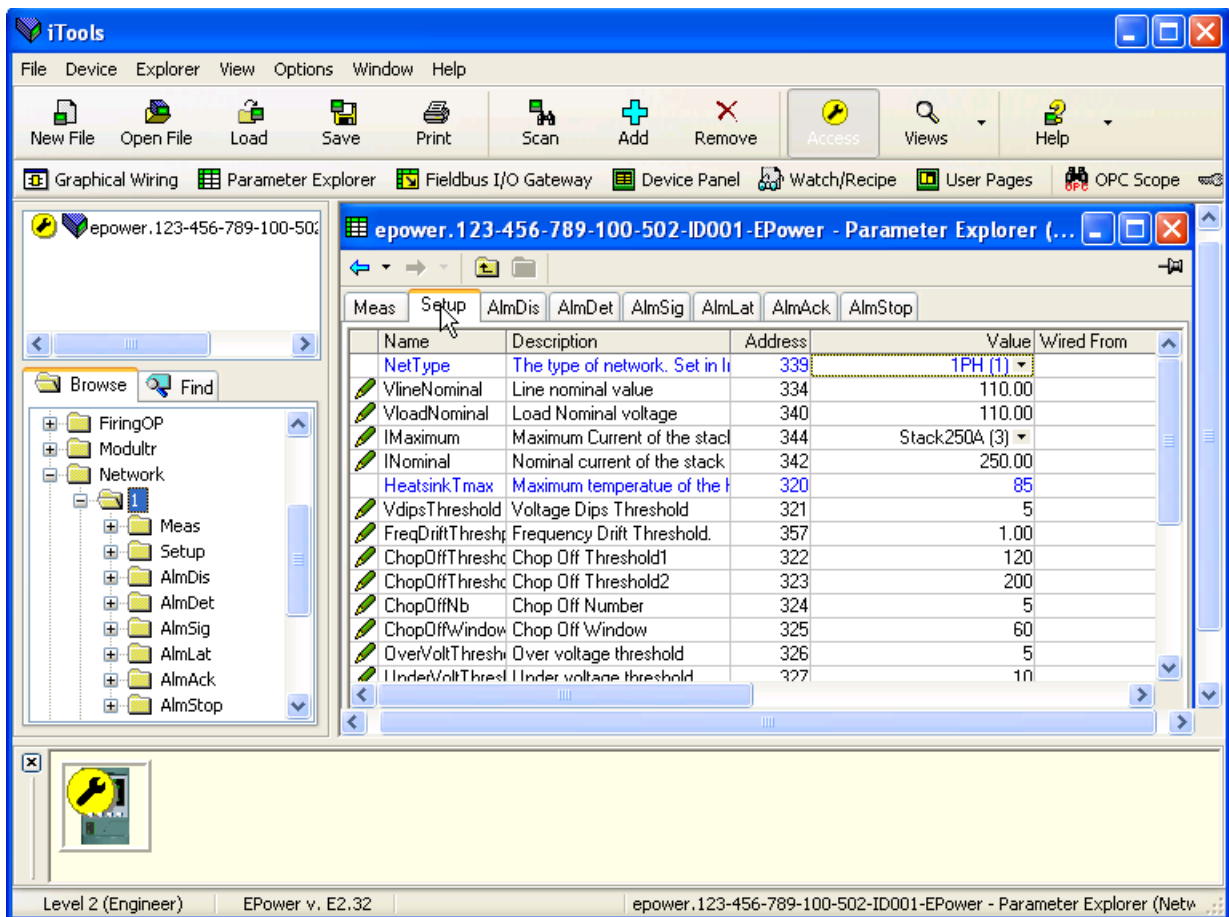
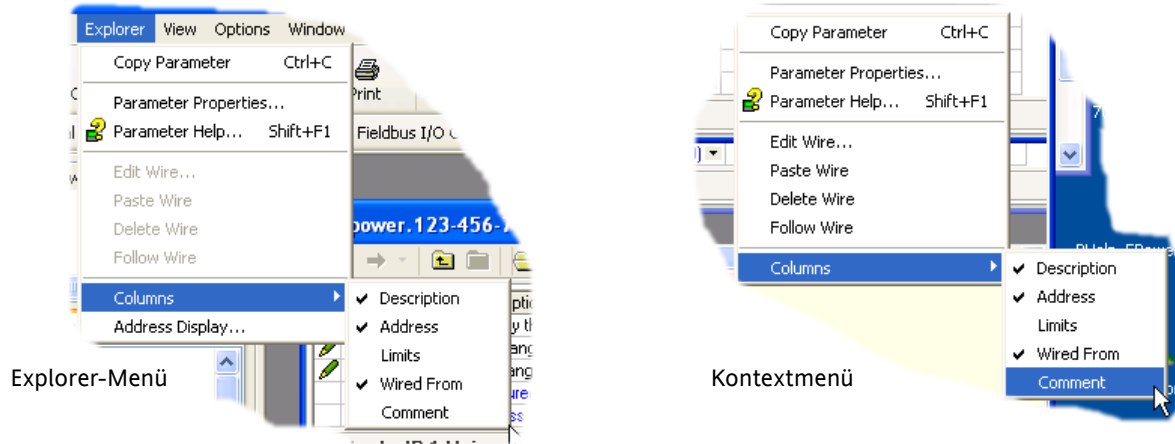

Abbildung 7.4a Beispiel einer Parametertabelle
Abbildung 7.4b Spalte aktivieren/deaktivieren
In jedem Fall erscheinen die Funktionsblockparameter im iTools-Fenster in Tabellenform, wie in Beispiel in Abbildung 7.4a, unten, dargestellt.
Die Abbildung zeigt das Standard-Layout der Tabelle. Über den Eintrag 'Spalten' im Explorer oder den Kontextmenüs (Abbildung 7.4b) können Spalten zur Ansicht hinzugefügt oder gelöscht werden.
1. Parameter in blau können nicht bearbeitet werden (schreibgeschützt). Im obigen Beispiel sind alle Parameter schreibgeschützt. Schwarz dargestellte Parameter mit 'Bleistift'-Symbol in der linken Tabellenspalte ('Lese-/Schreibrechte') können Sie verändern (Read/Write). Eine Reihe solcher Einträge wird in Abbildung 7.4a, oben, dargestellt.
2. Spalten. Das Standardfenster des Explorers (Abbildung 7.4a) enthält die Spalten 'Name', 'Beschreibung', 'Adresse', 'Wert' und 'Verknüpfung von'. Wie aus Abbildung 7.4b ersichtlich, können die anzuzeigenden Spalten in gewissem Maße ausgewählt werden; dazu dient entweder das 'Explorer'-Menü oder das Kontextmenü. Für das obige Beispiel wurden die 'Grenzwerte' aktiviert.
Hier kann der Benutzer eine Reihe von Spalten der Parametertabelle aktivieren/deaktivieren (Abbildung 7.4b).